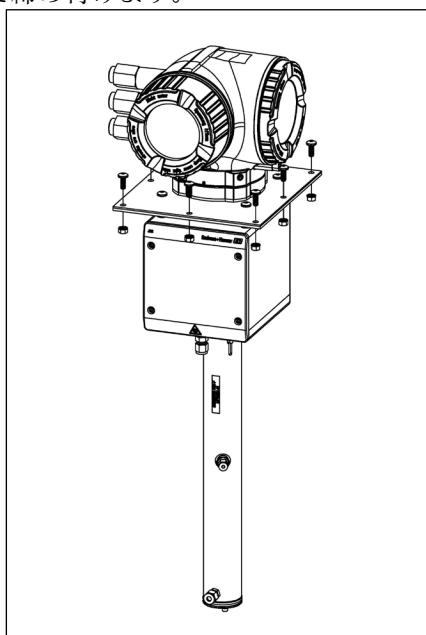

図 10. プレート取付ブラケットおよび金具類
1. ユーザーが用意したエンクロージャに適切なカットアウトを設けるには、図 10 の取付プレートの寸法を参考してください。